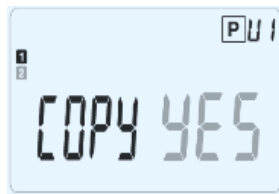

Fig. 19
- a. seleccionar el símbolo “me voy a la cama”  , correspondiente al final de la jornada, para terminar; el termostato solicita que se copie el programa de la jornada, que se acaba de programar y terminar, en los días sucesivos, como se ilustra en Fig. 19: